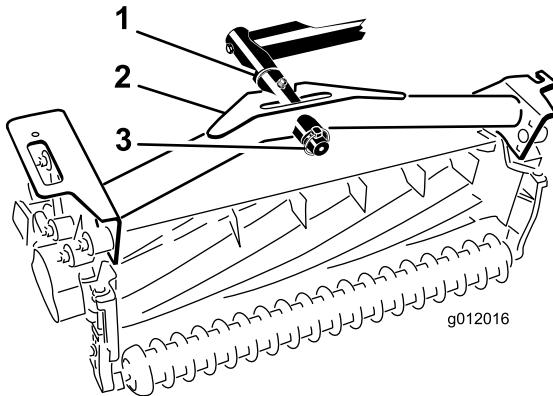

Figura 21
2. Coloque el bastidor de tiro de la unidad de corte sobre la barra de pivote y fíjelo con un pasador de seguridad (Figura 21).